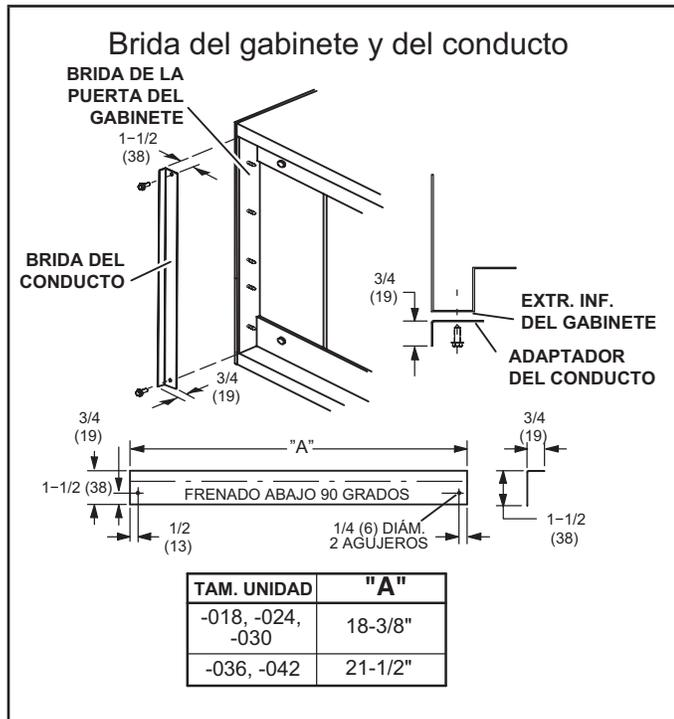

FIGURA 13. Brida del gabinete y del conducto
- 4 - Conecte las líneas de succión y de líquido al serpentín del evaporador. Proteja el gabinete y los componentes internos como se detalla en la Figura 13.